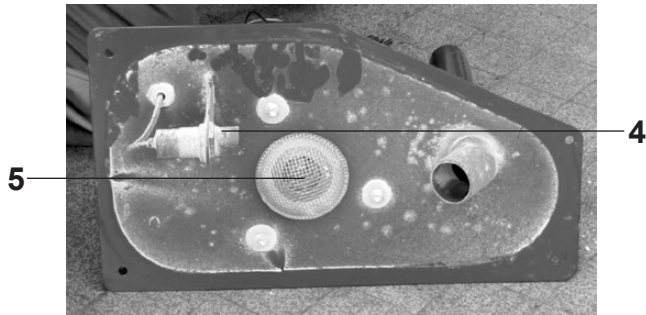

Bild 15
4. Füllstandssensor (4, Bild 15) reinigen und Kabel des Sensors auf Beschädigungen überprüfen.
5. Gitter der Saugturbine (5, Bild 15) reinigen.
7. Das Dichtprofil (3, Bild 15) darf bei Wiedermontage nicht zu stark zusammengedrückt werden, die Flügelmuttern nur handfest anziehen.